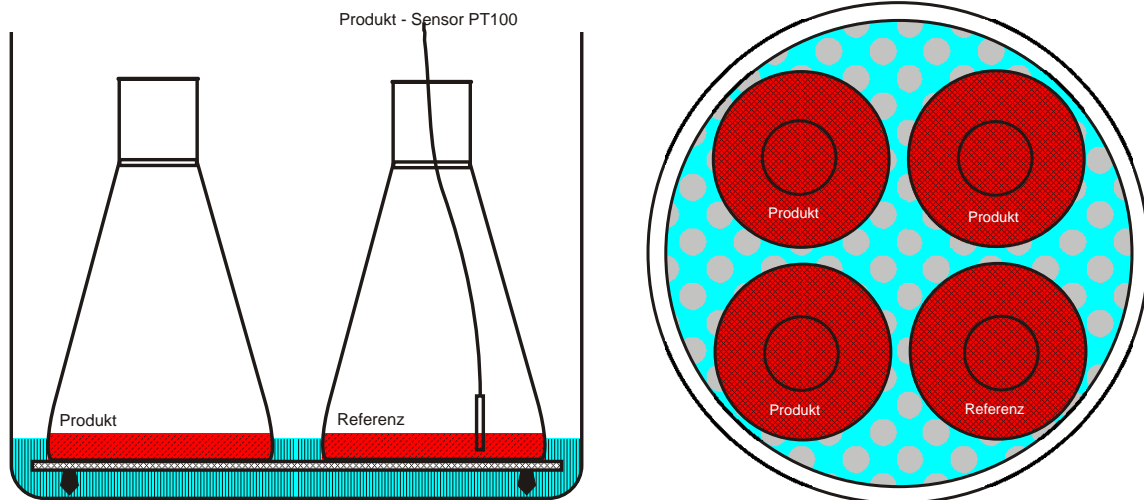

Abbildung 3.2: Positionierung von Gefässen im Kessel - Beispiel
Der MEDIACLAVE wird mittels Hauptschalter ein und ausgeschaltet. Dieser befindet sich hinten an der rechten Seitenwand. Nach dem Einschalten wird eine Initialisierung sowie ein Selbsttest durchgeführt. Ist dieser erfolgreich, öffnet sich die Schutzhaube automatisch und das Display zeigt die Startanzeige. (Siehe Abbildung 3.2)
Der MediaClave wird mit 4 Funktionstasten und einem grafischen Display bedient. (Siehe Abbildung 3.2)
1. Drücken der Taste **LANGUAGE** (Startanzeige, siehe Abbildung 3.2 und 3.3)